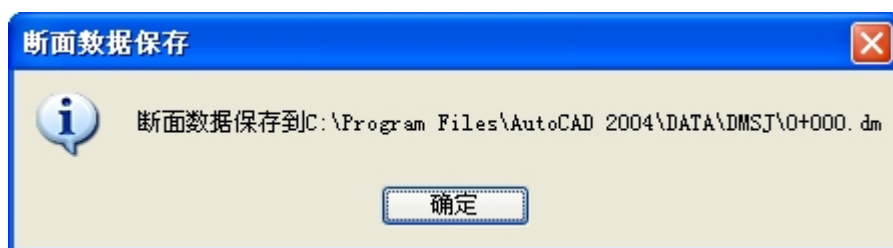

图 3-10
- 5、 点击【数据处理】【依断面线切高程数据】，选择断面号-选择断面线-选择断面起点点位，输入 N，选择步骤 5 的多义线，出现图 3-10，点击“确定”，一个断面数据输出成功。